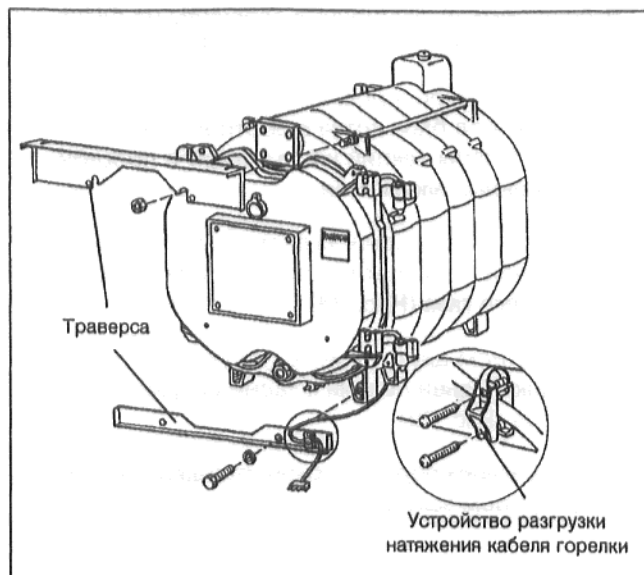

Рис. 26
- Вставить траверсы сверху спереди между первой и второй гайкой анкерных штанг и зафиксировать на литых выступах (Рис. 26). Окантовка передней траверсы должна быть обращена вперед.
- Привинтить кабель горелки с устройством разгрузки натяжения на нижнюю траверсу слева или справа в зависимости от места установки двери горелки (Рис. 26).